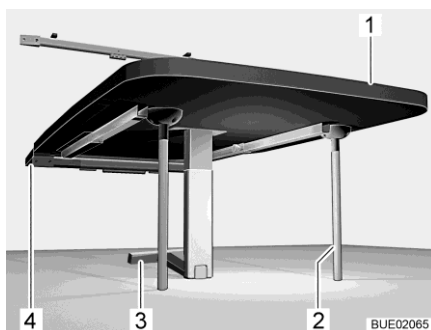

Bild 136 Hängbord som sängbotten
- Lyft bordsskivan (Bild 136,1) framifrån.
- Sänk ned den nedre delen av det ledade stödbenet (Bild 136,3) med 90°.
- Sätt i ytterligare två stödfötter (Bild 136,2) i behållarna på undersidan av bordsskivan.
- Sätt i och lås bordet i den nedre fästlisten (Bild 136,4).